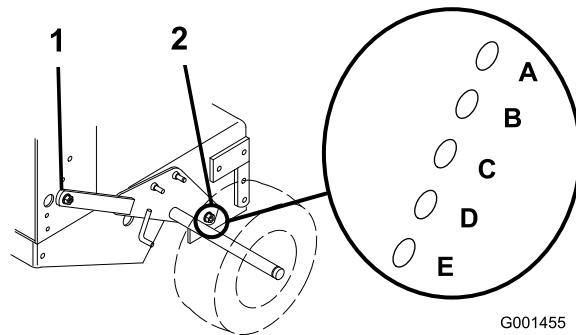

Figura 11
3. Afloje, pero no retire, los 2 pernos de pivote del eje y los 2 pernos de ajuste del eje (Figura 11).
4. Coloque un gato debajo del bastidor del motor, en el centro de la parte trasera. Eleve la parte trasera del bastidor del motor lo suficiente para poder retirar los 2 pernos delanteros de ajuste del eje (Figura 11).
5. Eleve o baje el bastidor del motor con el gato para poder instalar los 2 pernos de ajuste delanteros del eje en los taladros deseados (Figura 11).